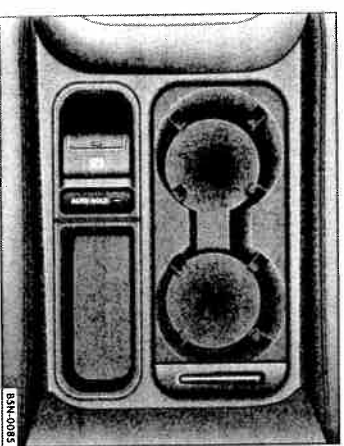

Fig. 9 Imagine din consola centrală: Tasta frânei electronice de parcare.
- Nu utilizați spațiul din fața tastei franei electronice de parcare ⇒ pagina 14, fig. 9 "ca spațiu de depozitare de ex. pentru monede. Obiectele mici pot bloca sau deteriora tasta.